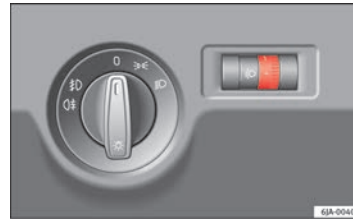

Abb. 57 Kombi-Instrument: Leuchtweitenregulierung
- Drehen Sie den Schalter ⇒ Abb. 57, bis die gewünschte Leuchtweite der Scheinwerfer erreicht ist.